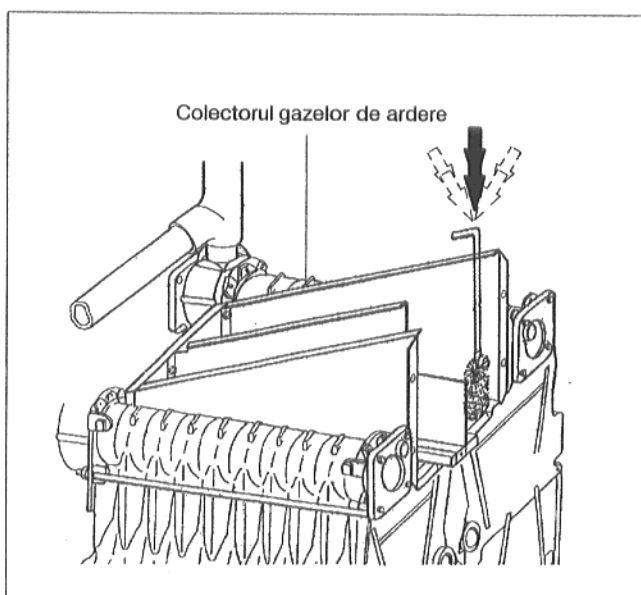

Fig. 14a: Prezentarea fără dispozitivul de menținere a curentului
- Se îndepărtează pereții laterali, capacul cazanului, izolația termică și capacul de curățire a acumulatorului de gaze de evacuare (Fig. 14a).